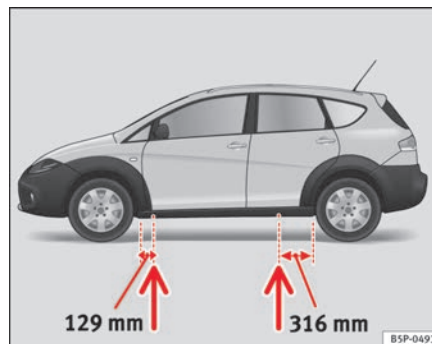

Abb. 172 Aufnahme-
- Suchen Sie den Aufnahmepunkt am Unterholm, der dem zu wechselnden Rad am nächsten liegt ⇒ Seite 258, Abb. 172.
Am Unterholm kennzeichnen jeweils vorn und hinten Eindrückungen die Stellen, an denen der Wagenheber angesetzt werden darf ⇒ Seite 258, Abb. 172. Es gibt für jedes Rad genau eine Stelle. An anderen Stellen darf der Wagenheber nicht angesetzt werden.